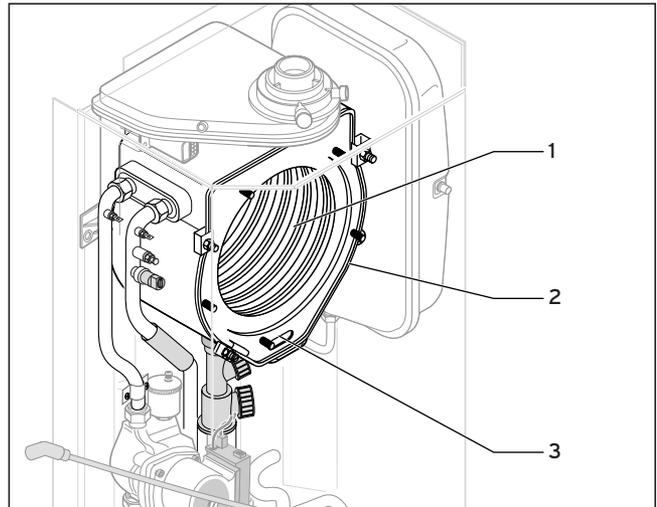

Abb. 7.3 Integral-Kondensations-Wärmetauscher reinigen
- Reinigen Sie die Heizspirale (1, Abb. 7.3) des Integral-Kondensations-Wärmetauschers (2) mit einer handelsüblichen Essig-Essenz (Abb. 7.3). Spülen Sie mit Wasser nach.
- Über die Öffnung (3) kann auch der Kondenswassersammelraum gereinigt werden.